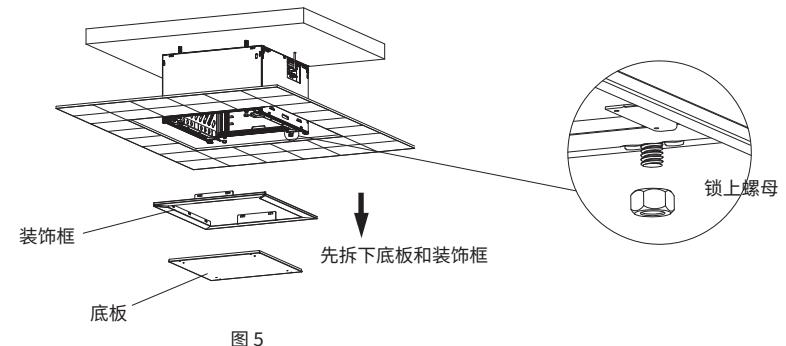

图 5
3.先拆下投影机升降架底板和装饰框,再将升降架装上,然后锁紧螺母,如图5。